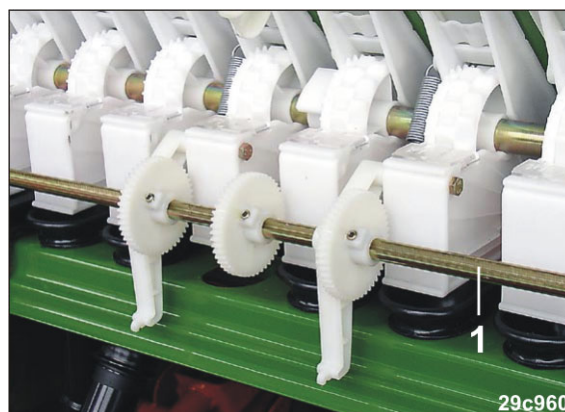

Рис. 218
3. Опустите промежуточный вал (Рис. 218/1).